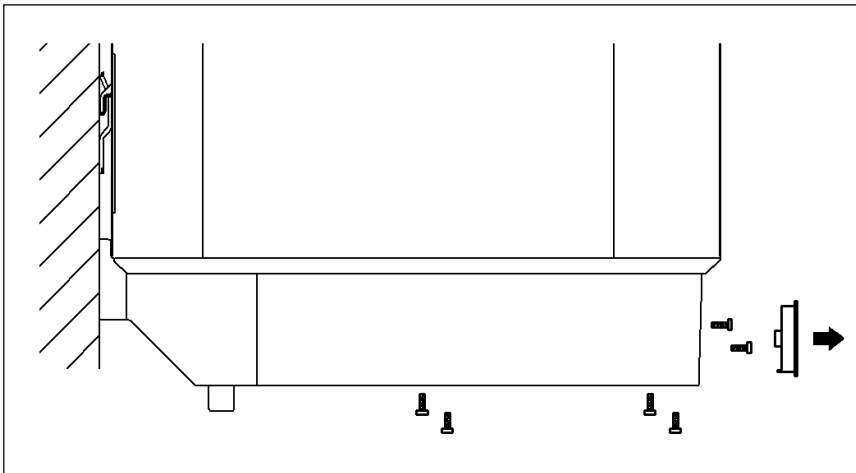

рис. 9
- Монтируйте предохранительные группы конструкций: KV 30 (давление водопровода до 4,8 бар), рис.9А, или KV 40 (давление водопровода до 10 бар), рис.9В.
- Снять ручку выбора температуры, вывернуть болты, снять нижнюю крышку (рис.9).